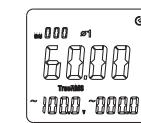

图12-1
- 4) 负载为三相四线制时，先按SELECT键选择第一相位 ϕ_1 ，如图12-1，显示相位 ϕ_1 的频率Hz值，电压V值，电流A值。